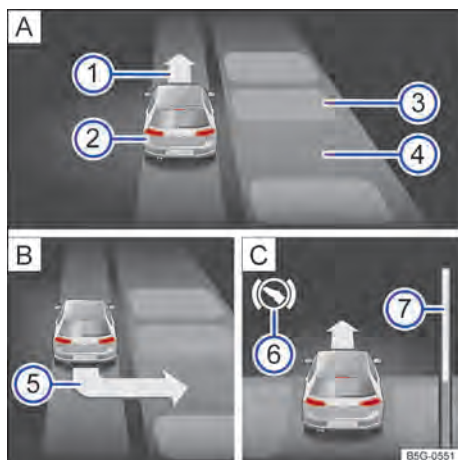

Fig. 117 En la pantalla del cuadro de instrumentos: aparcar lado a lado. **A** Buscar un hueco de aparcamiento. **B** Posición para aparcar. **C** Maniobrar.
- Estacionar cuando aparezca en la pantalla del cuadro de instrumentos la indicación de aparcamiento → fig. 117.
Legenda de la → **fig. 117** (modo de aparcamiento lado a lado con marcha atrás):
- Frenar cuando suene un avisador acústico que indica el cambio de dirección, encender la flecha → **fig. 117** ① **A**, encender el símbolo blanco  o mostrar un mensaje.